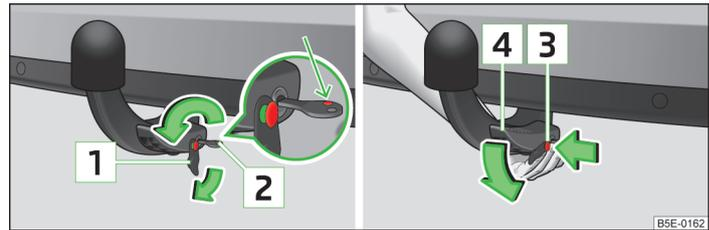

Abb. 141 Bedienungshebel der Kugelstange entriegeln / Kugelstange lösen
- Die Kappe **1** » Abb. 141 vom Schloss der Kugelstange in Pfeilrichtung abziehen.